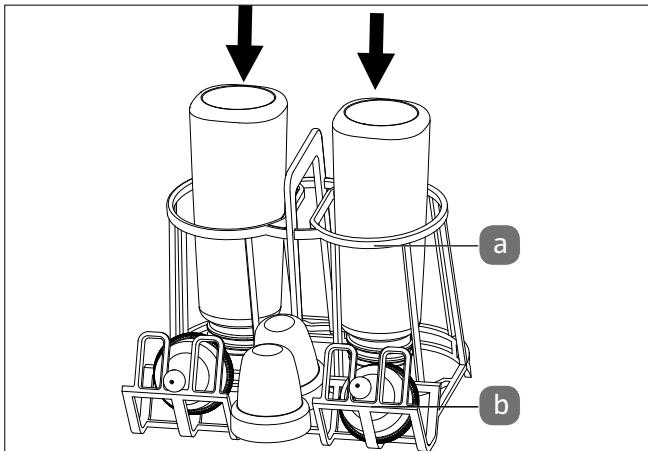

Fig. 21 – Uso del soporte para biberones
Para limpiar biberones, coloque el soporte para biberones (8) en la cesta para vajilla y deposite las botellas con el orificio hacia abajo en la abertura de la cesta (a) (véase- Fig. 21).